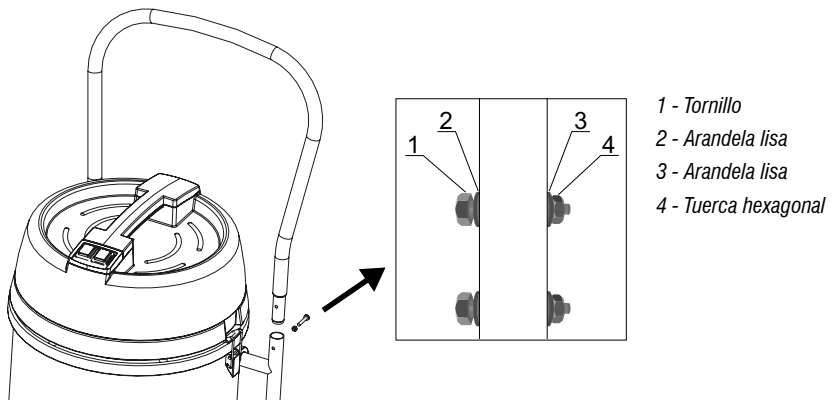

Fig. 6 – Montaje de la manija
- Encaje la manija de transporte en la base de la aspiradora de polvo fijándola con los tornillos, arandelas y tuercas. Monte estos conjuntos en la secuencia recomendada en la Fig. 6. Esta fijación debe ser realizada con dos conjuntos de tornillos, arandelas y tuercas de cada lado.